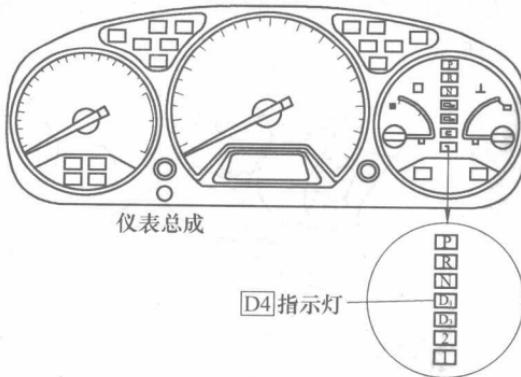

图 2-3
- 4) 仪表板：MIL（故障灯）闪 EECS 故障码、D4 指示灯（图 2-3）闪 ECT 故障码、ABS 指示灯闪 ABS 故障码、SRS 指示灯闪 SRS 故障码。系统没故障，则本系统故障灯不闪烁。